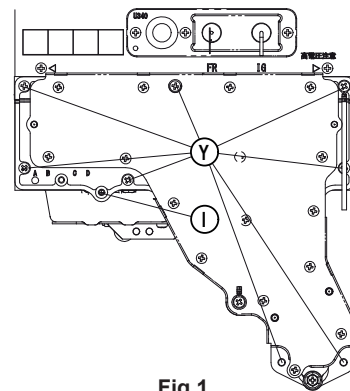
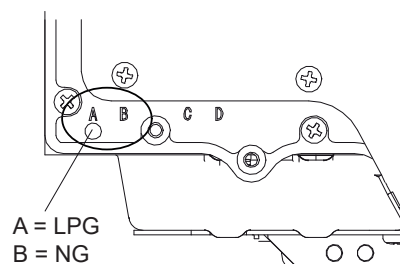

Fig.1
Fig.2
2. Retirar el encendedor (tornillo 'I' - Fig.1) y sustituir el colector del gas (tornillos 'Y' - Fig.1). El tipo de gas está indicado sobre el colector (Fig.2).
Las ilustraciones de la Fig. 1 y Fig.2 representan el modelo E2024W.